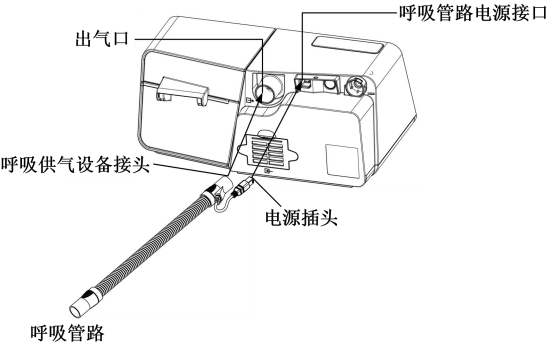

图 3-10
(2) 若使用具有加热功能的呼吸管路，首先需将呼吸管路的呼吸供气设备连接头连接到呼吸机的出气口上，然后将呼吸管路的电源插头插入呼吸机的呼吸管路电源接口上，具体步骤如图 3-10 所示。